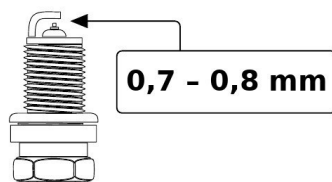

FIG. 7 — Écartement des électrodes de la bougie
- 4) Vérifiez que l'écartement des électrodes est de 0,7 à 0,8 mm (FIG. 7). Si nécessaire, réglez-le en pliant avec précaution l'électrode de masse. Le cas échéant, remplacez la bougie par une NGK BPR7ES ou équivalente.